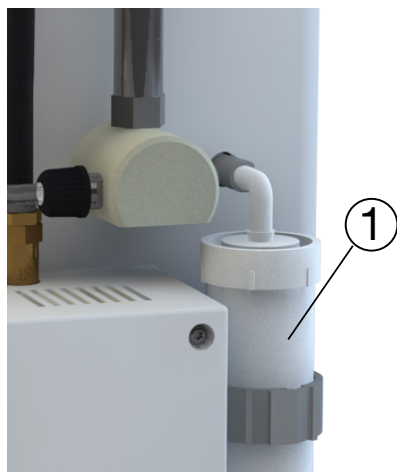

図 5.2: 機器の背面側の消音器
- 消音器(図 5.2 の ①)にポリエステル繊維が充填されていることを確認し、取り付けます：